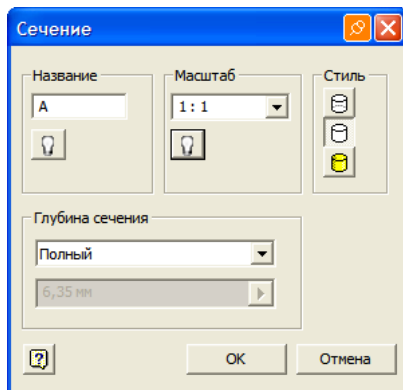

Рисунок 8.7 – Диалоговое окно **Сечение**
- В диалоговом окне **Сечение** установите параметры, как показано на рис. 8.7.